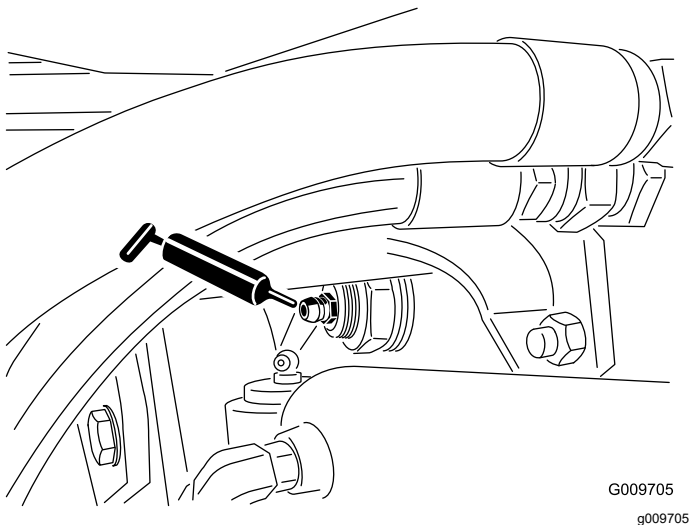

Bild 82
- Hinterachsen-Drehbüchsen (2), wie in Bild 82 abgebildet